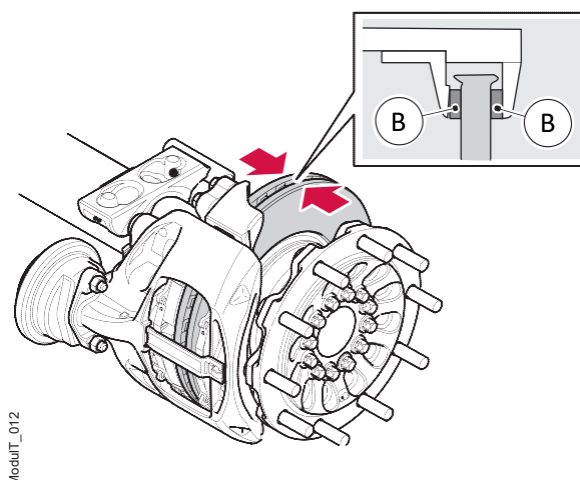

Figura 18. Medição da espessura do disco de freio
2. Meça a espessura do disco de freio usando uma pinça de freio guia. Se o disco de freio tiver uma crista de desgaste, a medição pode ser realizada usando dois espaçadores (B) (por exemplo, arruelas planas de 5 mm de espessura), ver figura 18. Reduza a dimensão medida pela espessura total dos dois espaçadores (B).